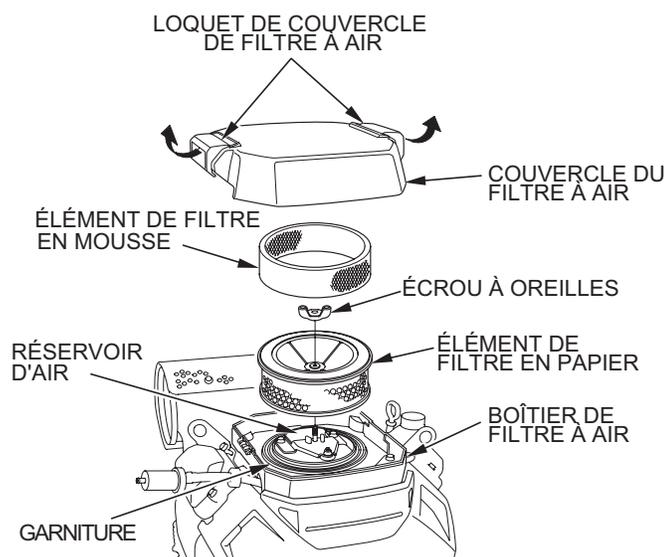

Figure 37. Filtre à air cyclonique
1. Tirer le loquet du couvercle du filtre à air (Figure 37) en position déverrouillée, et retirer le couvercle.